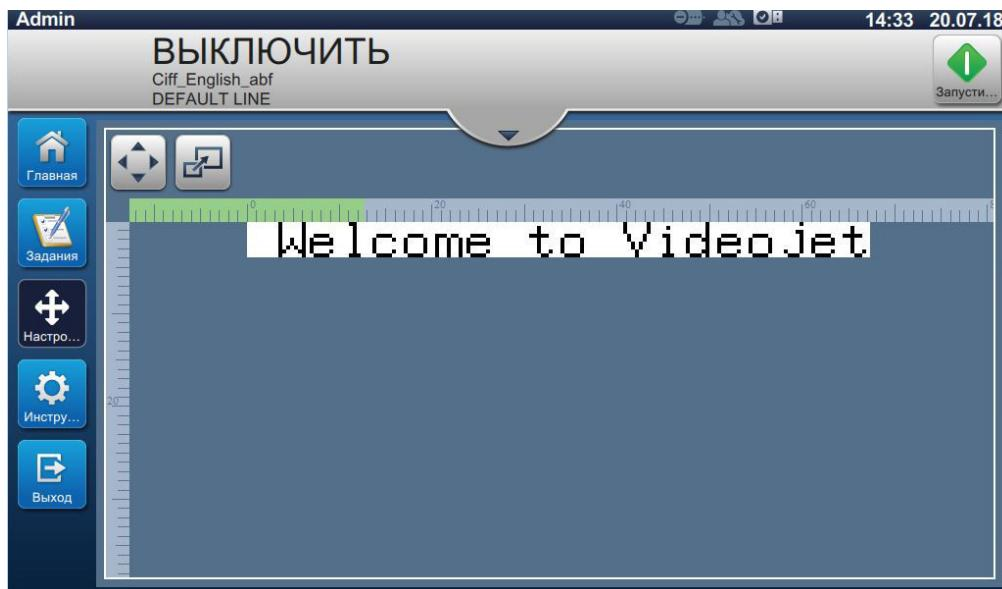

Рис. 4-8: Окно настройки
1. Нажмите кнопку **Настро...** на главном экране. Откроется экран, как показано на Рис. 4-8.